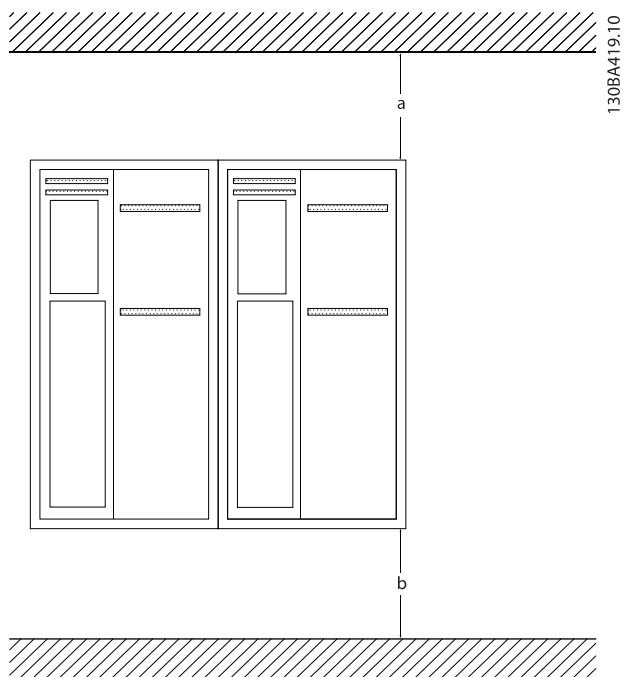

Ilustración 2.1 Espacio libre para refrigeración por encima y por debajo
- Se requiere un espacio libre por encima y por debajo para la refrigeración por aire. Generalmente, son necesarios 100-225 mm (4-10 in). Consulte en la *Ilustración 2.1* los requisitos de espacio.